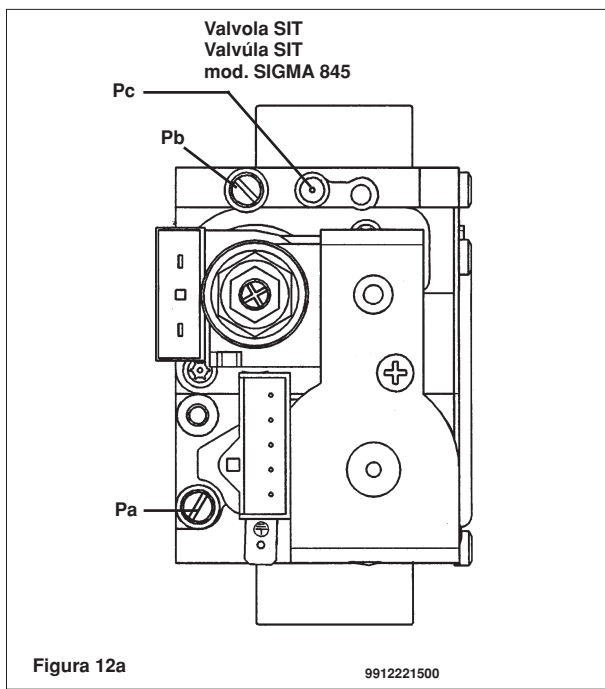
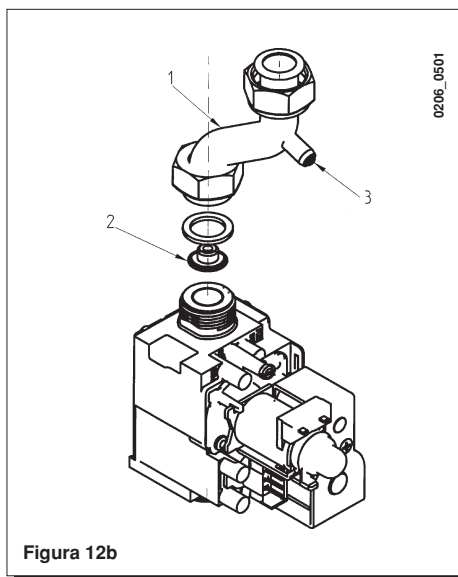

Figura 12a
Figura 12b
- rimuovere il tubo alimentazione gas (1 di Figura 12b);
- sostituire l'ugello per diaframma montato sulla valvola del gas (2);
- collegare la presa di pressione positiva di un manometro differenziale, possibilmente ad acqua, alla presa di pressione (Pb) della valvola del gas (figura 12a). Per i modelli 240 i/Fi utilizzare la presa di pressione (3) presente nel tubo di alimentazione gas. Collegare, solo per i modelli a camera stagna, la presa negativa dello stesso manometro ad un apposito "T" che permetta di collegare insieme la presa di compensazione della caldaia, la presa di compensazione della valvola del gas (Pc) ed il manometro stesso. (Una pari misura può essere effettuata collegando il manometro alla presa di pressione (Pb) e senza il pannello frontale della camera stagna); Una misura della pressione ai bruciatori effettuata con metodi diversi da quelli descritti potrebbe risultare falsata in quanto non terrebbe conto della depressione creata dal ventilatore nella camera stagna.
- aprire il rubinetto gas e ruotare la manopola (1) predisponendo la caldaia in posizione Inverno (❄️);
- verificare che la pressione dinamica di alimentazione della caldaia, misurata alla presa di pressione (Pa) della valvola del gas (figura 12a) sia quella corretta (30 mbar per il gas butano, 37 mbar per il gas propano o 20 mbar per il gas naturale).
- remover el tubo de alimentación del gas (1 Figura 12b);
- sustituir el inyector diafragma montado en la válvula de gas (2);
- conectar la toma de presión positiva de un manómetro diferencial, posiblemente de agua, a la toma de presión (Pb) de la válvula del gas (figura 12a). Para los modelos 240 i/Fi utilizar la toma de presión (3) del tubo de alimentación de gas. Conectar, sólo para los modelos a cámara estanca, la toma negativa del mismo manómetro a un especial "T" que consienta conectar entre
- abrir el grifo gas y hacer girar el botón (1), predisponiendo la caldera en posición Invierno (❄️);
- controlar que la presión dinámica de alimentación de la caldera, medida en la toma de presión (Pa) de la válvula del gas (figura 12a), sea correcta (28 mbar para el gas butano, 37 mbar para el gas propano o 20 mbar para el gas natural).